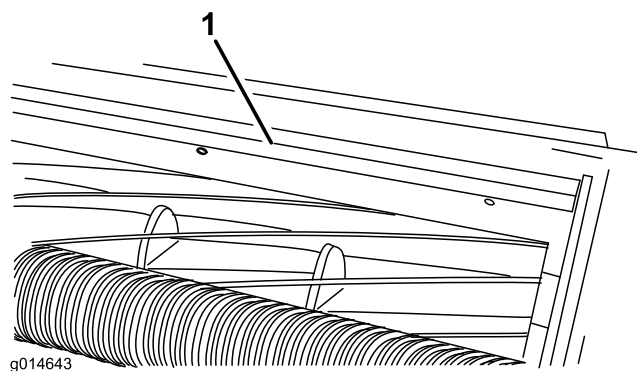

Figura 12
1. Afloje los tornillos que fijan la barra superior (Figura 12) a la unidad de corte.